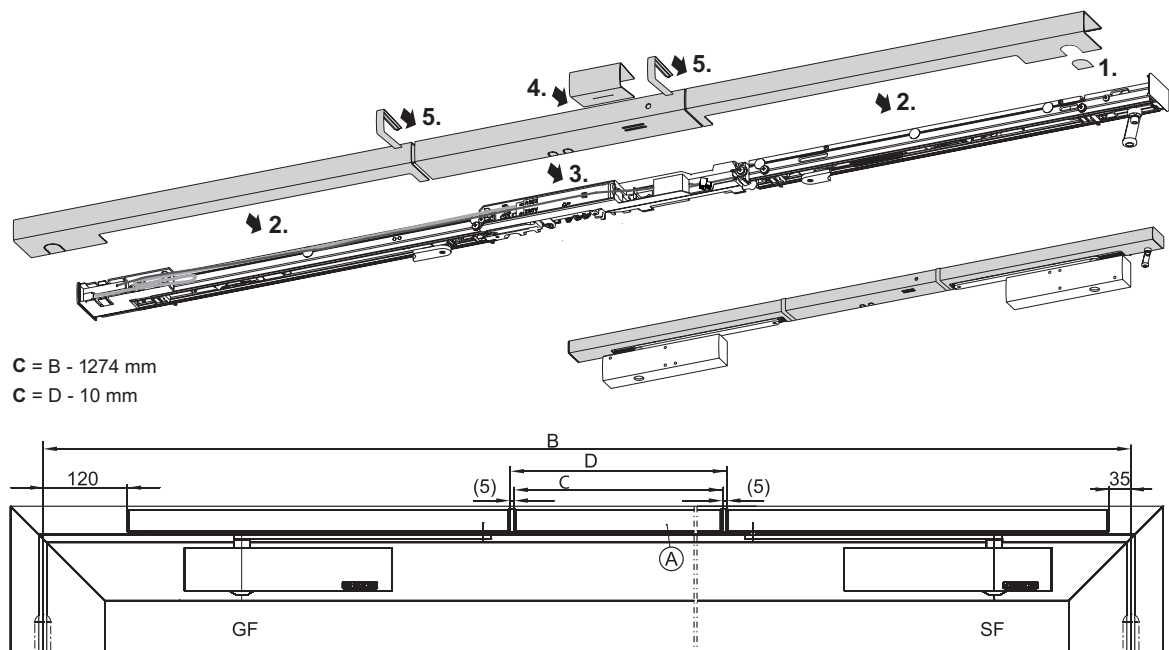

Fig. 6.12.1
- ▶ Raccourcir à la cote „C” le cache central „A” pouvant être recoupé à longueur (Fig. 6.12.1).